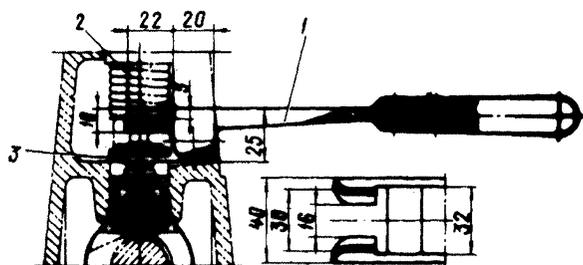

Рис. 81. Рычаг для снятия тарелки толкателя:
- 2) при помощи специального рычага (рис. 81) сожмите пружину толкателя и пинцетом извлеките нижнюю тарелку толкателя (рис. 82);